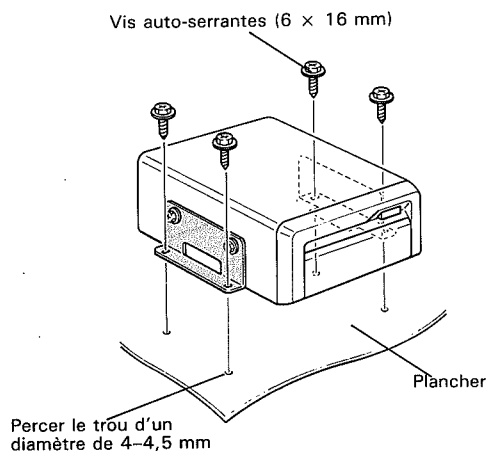

Fig. 7
2. Placer le lecteur sur le plancher avec les vis auto-serrantes (6 × 16 mm). (Fig. 7)